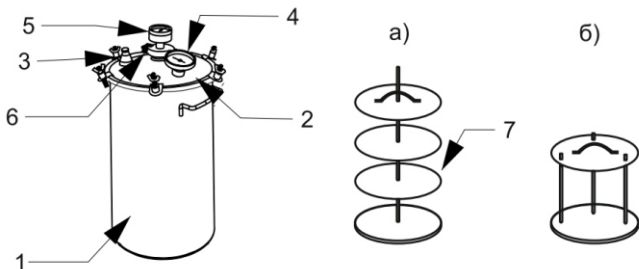

Рисунок 1.
- 1-ый вариант с центральной осью (рис.1, а), предназначен для банок маленькой ёмкостью: 0,5; 0,7 и 1 л.;
- 2-ой вариант с тремя шпильками (рис.1, б)-для банок большой емкостью: 1,5; 2 и 3 л.